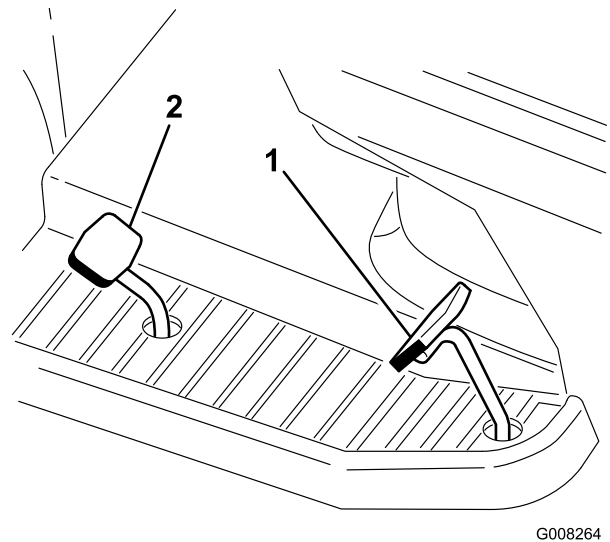

Figura 16
2. Coloque el pie en el pedal de control de tracción y pise lentamente el pedal para avanzar (Figura 16).
2. Coloque el pie en el pedal de marcha atrás y pise lentamente el pedal para desplazarse hacia atrás (Figura 16).